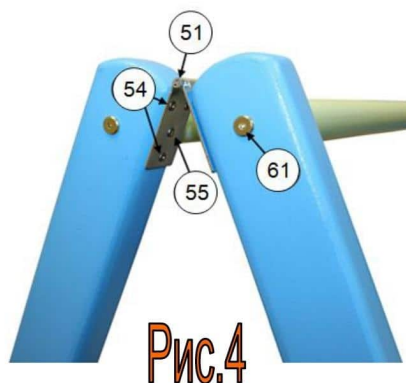

Рис.4
4.5. На стойках (21-26) размечены места для крепления петель (51). Прикрутить их саморезами (54,55) в соответствии с рис.4.